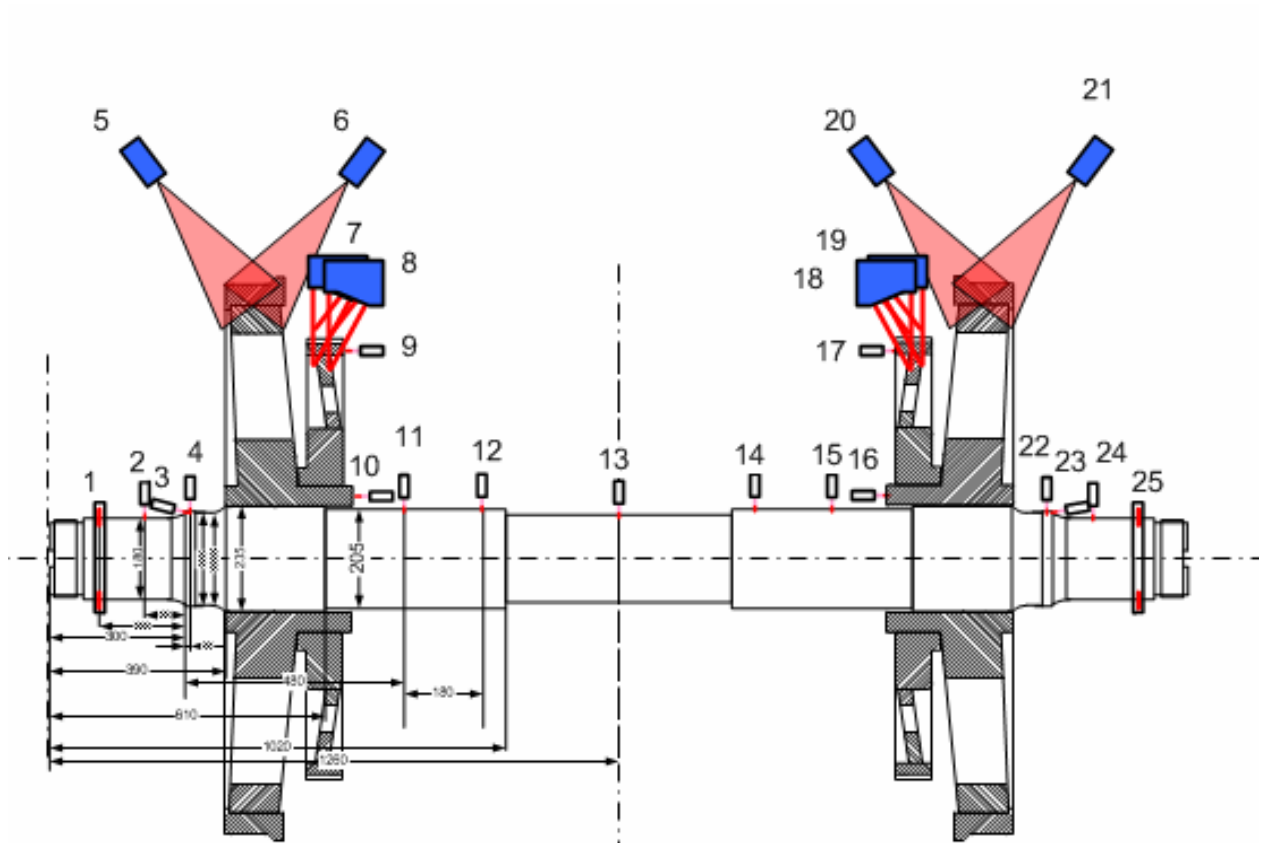

Рис. 2. Схема расположения измерительных датчиков комплекса «ГЕОПАР-ЛКП»
- 2D-датчик профилометр с широким диапазоном измерений по координатам OX и OZ, на рис.2 датчики 5,6,20 и 21, используемые для измерения геометрических параметров и профиля бандажа.
- РФ620(S)-110; 2D-датчик профилометр с малым диапазоном измерений по координатам OX и OZ, на рис.2 датчики 7,8,18 и 19, используемые для измерения параметров зубчатых колёс